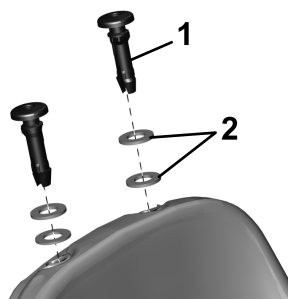

Figura 2
4. Insira duas anilhas de borracha em cada casquilho de extensão do apoio lombar (Figura 2).
1. Casquilho de extensão do apoio lombar (2)
5. Insira um casquilho de extensão do apoio lombar em cada furo na parte superior do banco (Figura 2). Certifique-se de que os pinos de roquete dentro